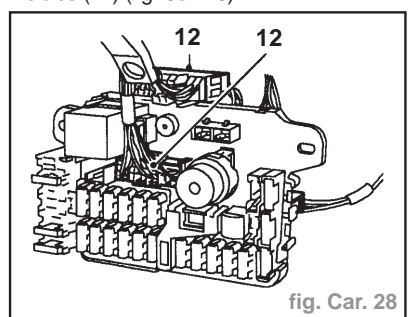

fig. Car. 28
- Débrancher 2 fiches multibroches de faisceau de tableau de bord de la boîte à fusibles (12) (fig. Car. 28).